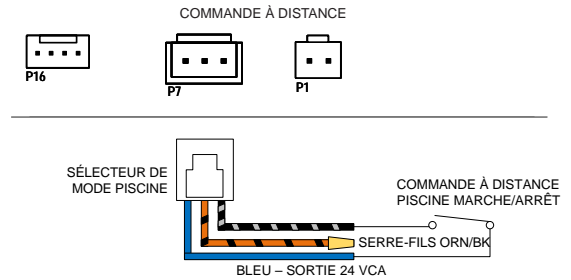

Figure 58. Installation du faisceau de la télécommande 2 fils
9. Fixez le serre-fils sur le fil ORANGE/NOIR du faisceau de la télécommande à 3 fils. Voir Figure 58.